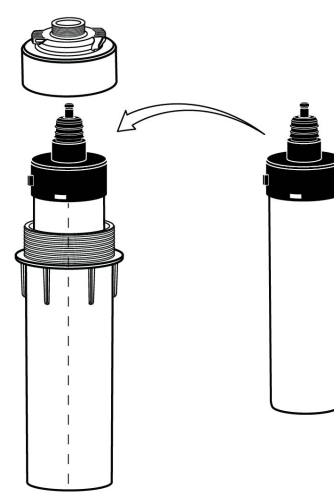

Рисунок 6.4
6.2.3.3 Распакуйте мембранный элемент и установите его в колбу (см. рисунок 6.4): вставьте до упора мембранный элемент, ориентируя его адаптером вверх (как показано на рисунке 6.4).